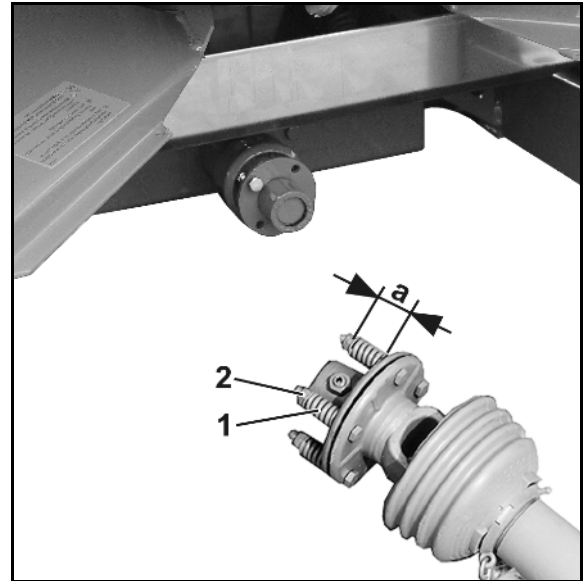

図 97
2. プロペラシャフト (図 97/2) の接続ヨーク (図 97/3) にある潤滑ニップル (図 97/1) を外してください。
3. プロペラシャフトのヨークフランジとギアボックス入力軸のフランジの間のせん断ボルト (図 97/4) を取り外します。